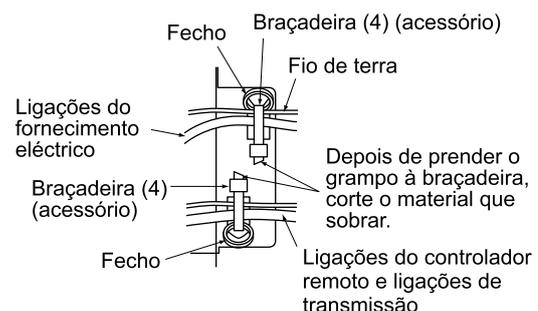

Fig. 27
Segure na tampa da caixa das peças eléctricas e desaperte os parafusos de fixação (2 peças) e, depois, retire a tampa. Alinhe a fase e ligue o fio ao bloco de terminais de alimentação (6P) no interior da caixa das peças eléctricas. Depois de ligar, utilize as braçadeiras fornecidas (4) para unir o fio, juntamente com o fio de terra, à fixação. (Consulte a Fig. 27)
Segure na tampa da caixa das peças eléctricas e desaperte os parafusos de fixação (2 peças) e, depois, retire a tampa. Ligue os fios ao bloco de terminais de alimentação (6P) no interior da caixa das peças eléctricas. Depois de ligar, utilize as braçadeiras fornecidas (4) para unir o fio do controlador remoto, juntamente com o fio de ligação, à fixação. (Consulte a Fig. 27)